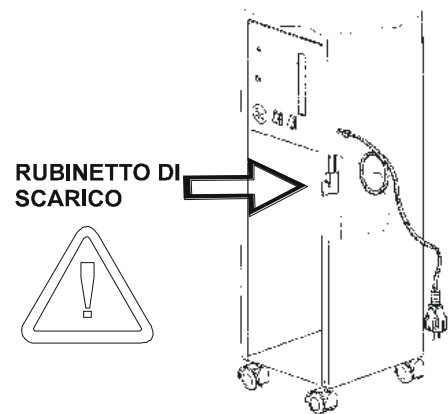

Fig. 7
N.B.: prestare attenzione che il rubinetto di scarico della caldaia sia chiuso (fig. 7).
Togliere il tappo valvola e aprire il rubinetto scarico-caldaia (fig. 7), aspettare che fuoriesca tutta l'acqua e infine chiudere il rubinetto scarico-caldaia. Può succedere che il rubinetto di scarico si otturi: in questo caso, prendere un filo di ferro del diametro di 3-4 mm o simili ed introdurlo nel condotto per sturarlo.